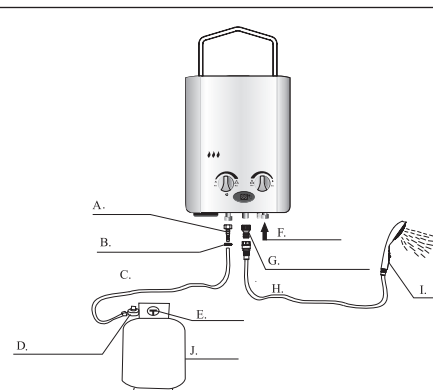

Fig. 4
- Tilslut den rigtige ende af gasslangen til regulatoren (se fig. 4).
- Tilslut den anden ende af gasslangen til apparatet (se fig. 4). Brug 3-i-1 forbindelsesstikket til flere lande, hvis det er nødvendigt. (Se den separat leverede billedmanual, der omhandler 3-i-1 forbindelsesstikket til flere lande.)